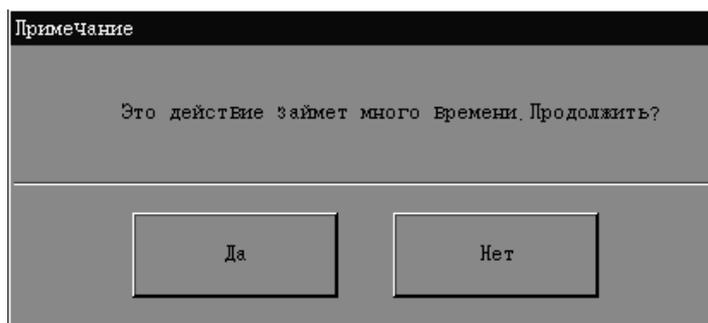

Рис. 10-15 Диалоговое окно
1. На экране «Обслуживание» **НАЖМИТЕ** кнопку «Камера RBC». Откроется диалоговое окно (Рис. 10-15).